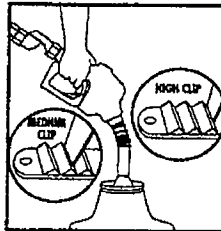

FIGURE 9/FIGURA 9
- Repeat procedure for medium and high clip positions. Nozzle must always shut off. (Figure 9)
- Repita el procedimiento con el gatillo en la posición del medio y de abertura total. La pistola se debe cerrar siempre. (Figure 9)